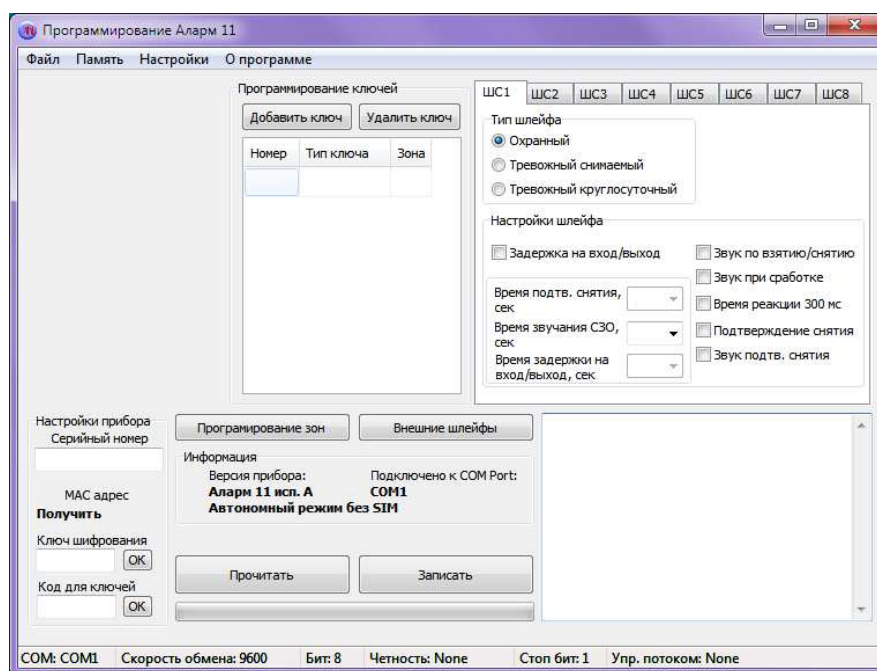

Рисунок 19
5.2 На экране ПЭВМ появится основное окно «Программирование Аларм-11» (рисунок 19).